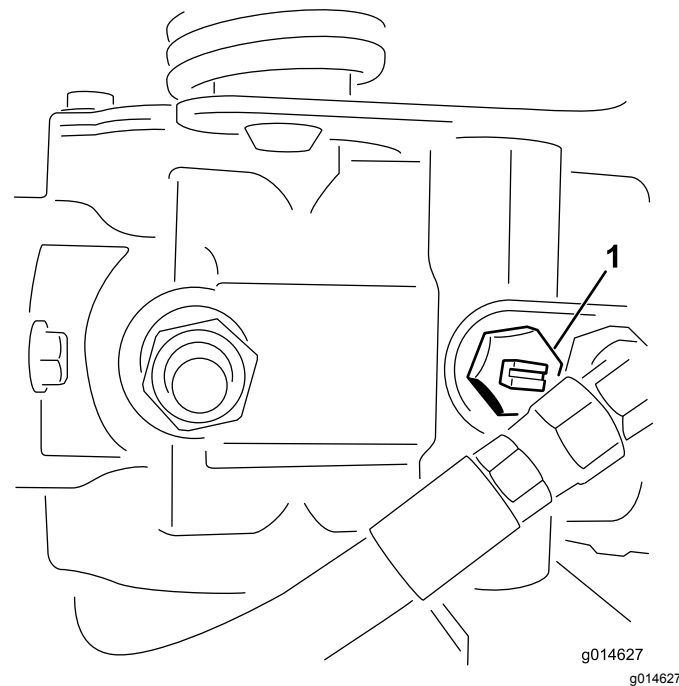

Рисунок 29
2. Перед запуском двигателя закройте перепускной клапан, повернув его так, чтобы паз находился в горизонтальном положении (Рисунок 29).
1. Найдите на насосе перепускной клапан и поверните его так, чтобы паз был вертикален (Рисунок 29).